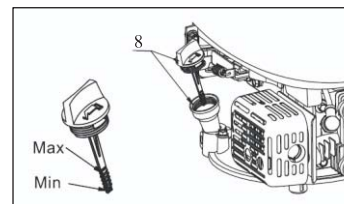

Fig. 6
2. Retirez le bouchon de remplissage d'huile / la jauge (8) et essuyez-le.
3. Insérez le bouchon de remplissage d'huile / la jauge (8) dans le goulot de remplissage d'huile comme illustré, mais ne le vissez pas et retirez-le pour vérifier le niveau d'huile.
4. Si le niveau d'huile est proche ou inférieur à la limite inférieure de la jauge, enlevez le bouchon de remplissage d'huile / jauge d'huile (8) et remplissez avec l'huile recommandée jusqu'au repère supérieur (bord inférieur de l'orifice de remplissage d'huile). Ne pas trop remplir.
5. Réinstallez le bouchon de remplissage / la jauge d'huile (8). (Voir la figure 6)